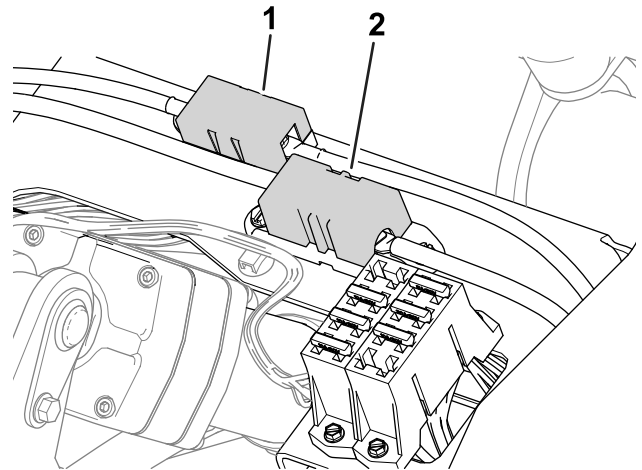

Figura 56
- Os fusíveis do gerador (100 A) e o motor da roda direita (60 A) encontram-se debaixo do banco (**Figura 56**).